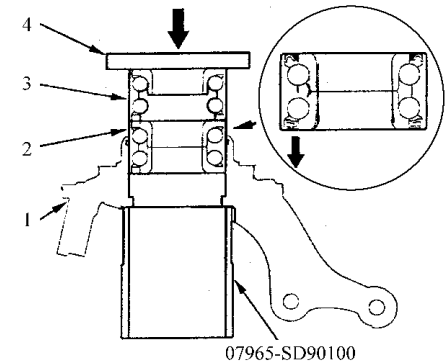

图 6-25 压入新轴承
6) 如图 6-25 所示，使用旧轴承、钢板、专用工具和压力机将新的车轮轴承压入转向节。装配时，注意车轮轴承的插入方向。将车轮轴承装入轮毂轴承的内密封侧，带编码器(棕色)侧朝向转向节。清除编码器表面的机油、润滑脂、灰尘和其他异物。让磁性工具远离编码器表面。插入车轮轴承时，小心不要损坏编码器表面。